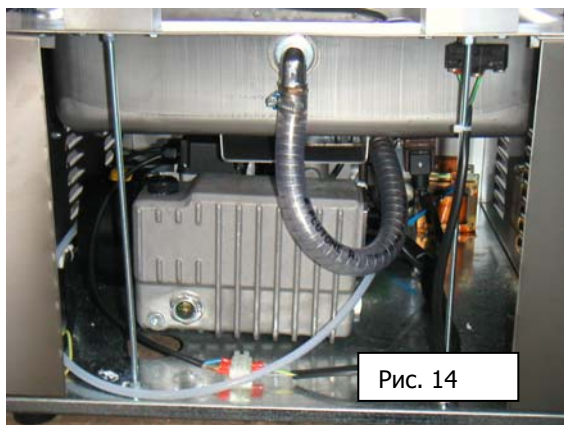

Рис. 14
2. Снять картеры, как показано на рис. 14.